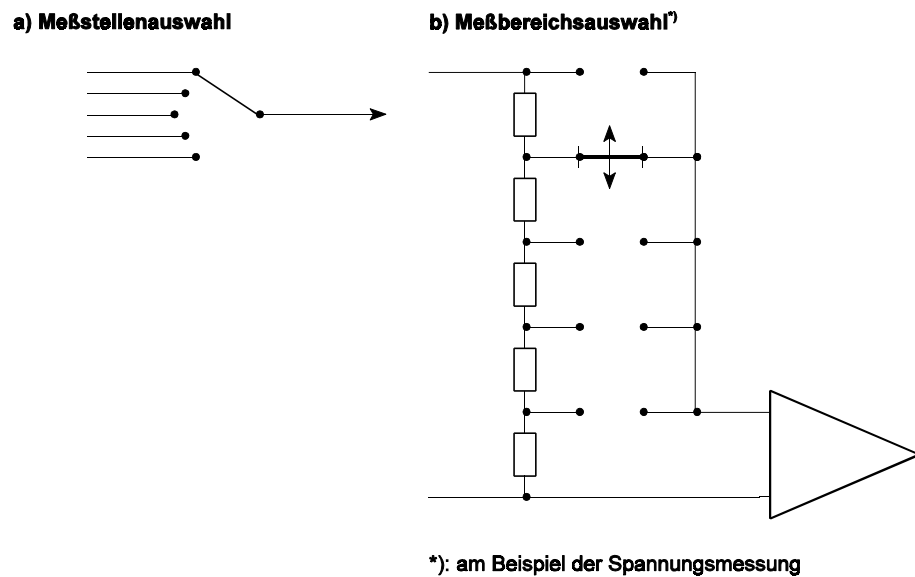

Abbildung 2
2. Beim Entwickeln von Meßgeräten steht man gelegentlich vor der Aufgabe, Meßbereiche umzuschalten oder Meßstellen auszuwählen (Abbildung 2). Die klassische Lösung: qualitativ hochwertige Drehschalter. Gelegentlich handelt es sich um kostspielige Sonderausführungen. Die Industrie ist bestrebt, die Kosten zu senken und die Geräte so auszulegen, daß sie über Mikrocontroller oder PCs gesteuert werden können. Also müssen sich die Entwickler etwas einfallen lassen.